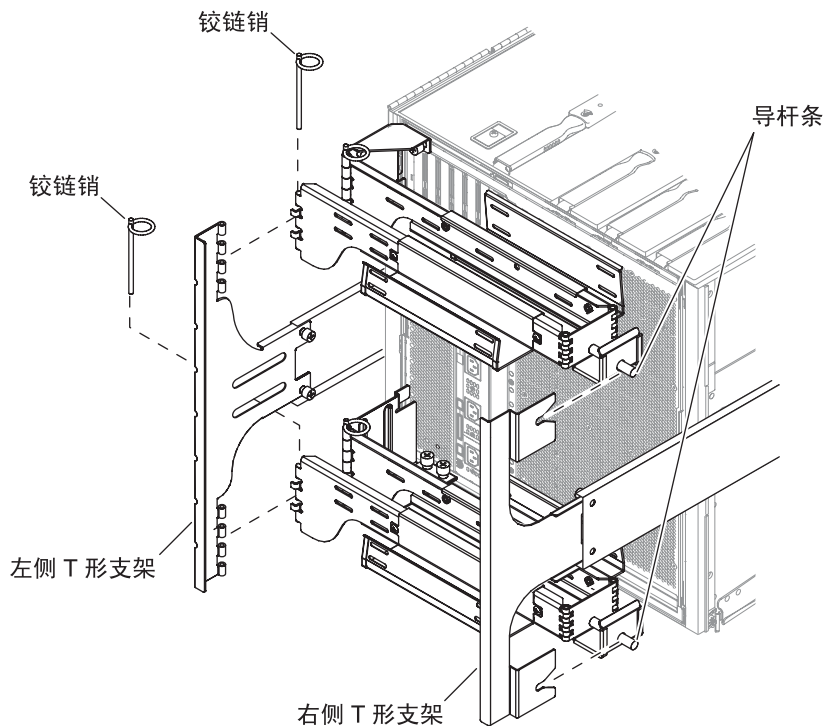

图 1-23 将上/下 CMA 臂安装到 T 形支架
9. 使用一个铰链销将上 CMA 臂固定到左侧 T 形支架，请参见图 1-23。
10. 使用一个铰链销将下 CMA 臂固定到左侧 T 形支架，请参见图 1-23。